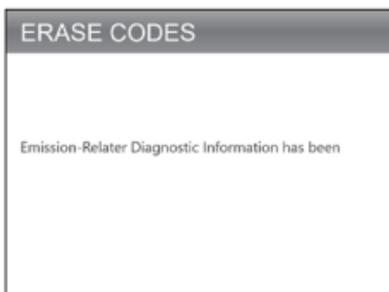

図 3.3.2
2. すべての修理が完了したことを確認したら、[OK] を押して、排出関連の診断データを取り除くまたはリセットします。（図 3.3.2 を参照）